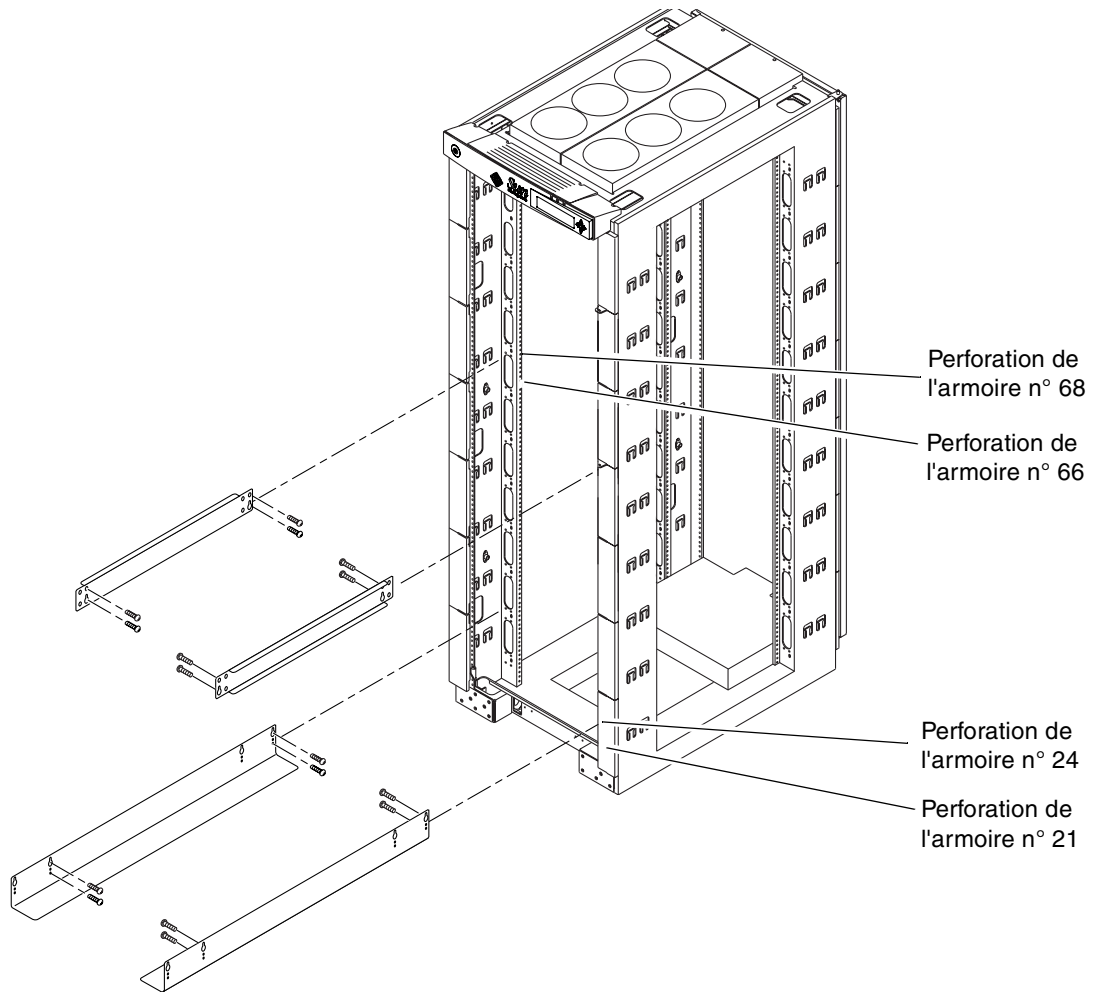

FIGURE 2-1 Installation des rails dans l'armoire Sun Fire
1. **Fixez les rails à l'armoire Sun Fire en utilisant quatre vis pour chaque rail (deux pour les crochets de suspension et deux pour les fentes placées au-dessus des crochets de suspension). Les numéros des perforations de l'armoire sont indiquées à la FIGURE 2-1.**